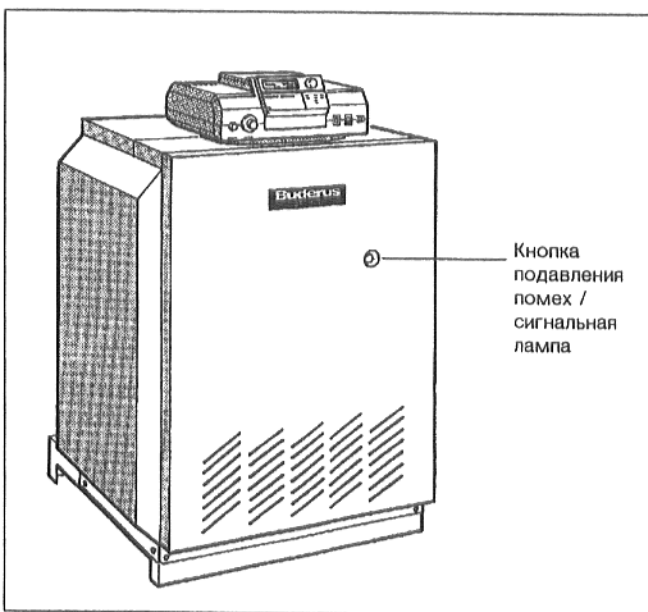

Рис. 6: Кнопка подавления помех
- Если на кнопке подавления помех горит сигнальная лампа (Рис. 6), нажать кнопку подавления помех.